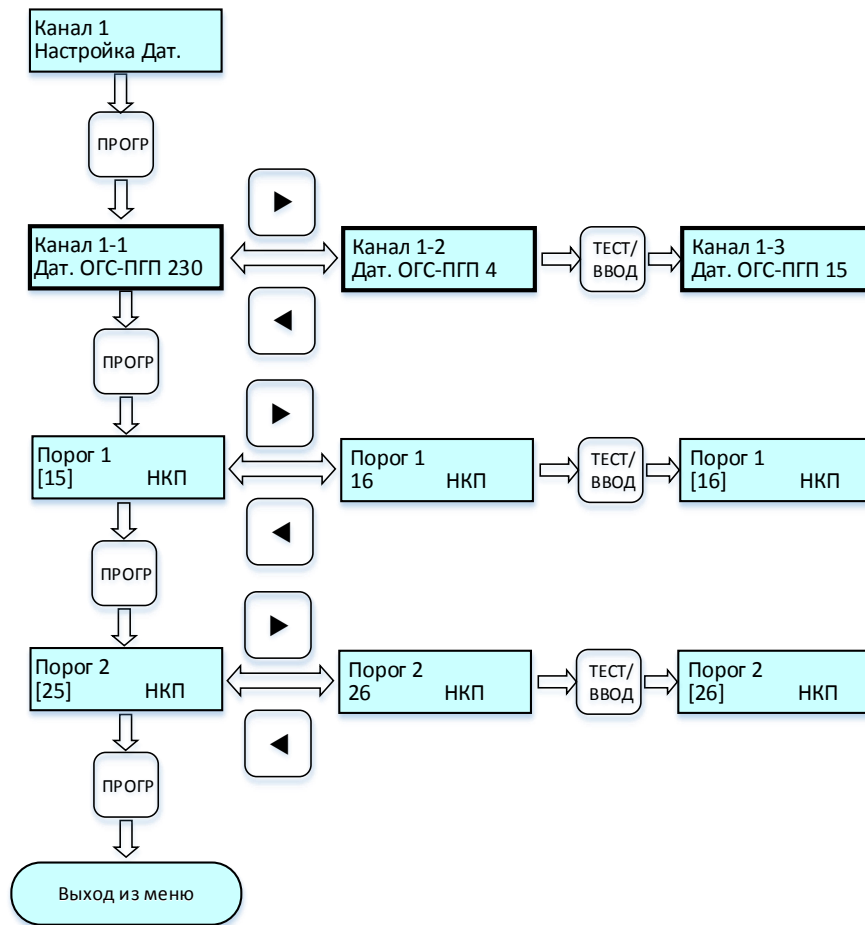

Рисунок 16 – Циклограмма выводимых сообщений на дисплей при настройке датчиков (на примере 3-х датчиков на канале 1)
2.6.11 Пункт «Канал № Настройка Дат.» основного меню в режиме «Программирование» представлен циклограммой *рис. 16*. Меню позволяет: